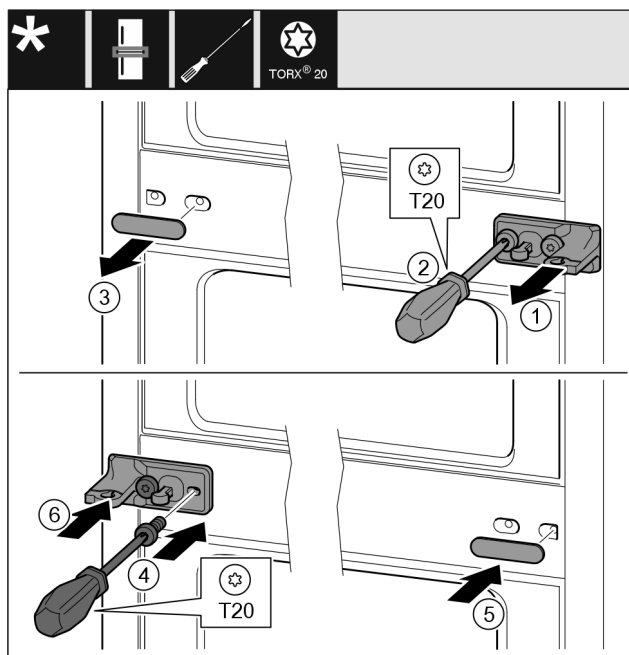

Fig. 12
- Noņemiet aplāksni Fig. 12 (1).
- Ar skrūvgriezi izskrūvējiet skrūves Fig. 12 (2).
- Uzmanīgi noņemiet pārsegu Fig. 12 (3).
- Pieskrūvējiet stingri gultņa balstu ar plēvi Fig. 12 (4), pagrieztu par 180°, otrajā pusē.
- Piestipriniet pārsegu Fig. 12 (5), pagrieztu par 180°, otrajā pusē.
- Uzbīdīet aplāksni Fig. 12 (6) no priekšas.